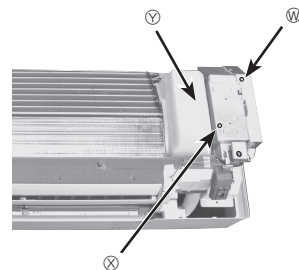

Fig. 6-4
4. Sujete el panel por los extremos inferiores y tire ligeramente hacia usted; a continuación, extraiga el panel empujándolo hacia arriba. (Fig. 6-4)
5. Retire las cubiertas frontal y lateral de la caja eléctrica (1 tornillo cada una). (Fig. 6-4)
6. Quite el corte de agua. (Fig. 6-4)